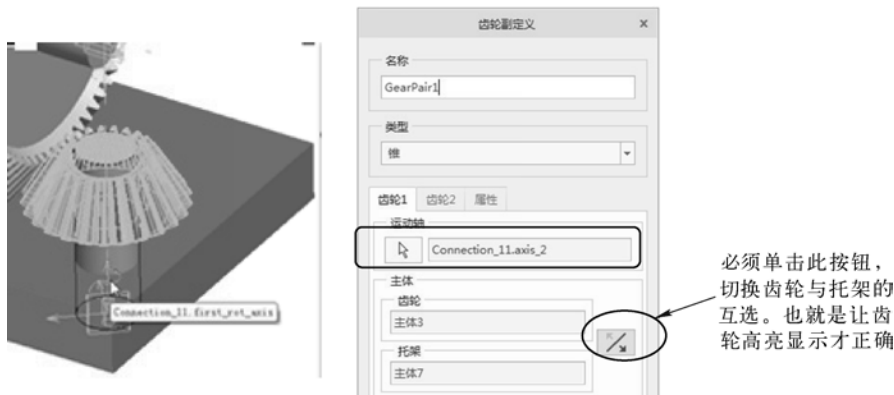

图 8-60 选择运动轴定义齿轮 1
- 03** 定义齿轮副。在“连接”组中单击“齿轮”按钮，弹出“齿轮副定义”对话框。在“齿轮 1”选项卡中定义组件 7 为齿轮副的齿轮 1，如图 8-60 所示。